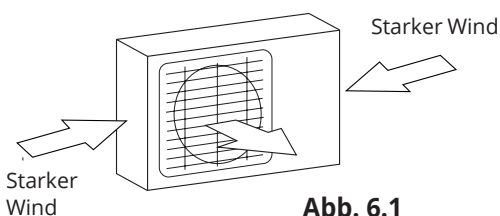

Abb. 6.1
- ☑ Wenn der Aufstellplatz starkem Wind ausgesetzt ist, z.B. in Küstennähe, muss das Gerät sehr nah an der Wandfläche installiert werden um es vor dem Wind zu schützen. Wenn erforderlich benutzen Sie eine Markise. (Siehe Abb. 6.1 und 6.2)